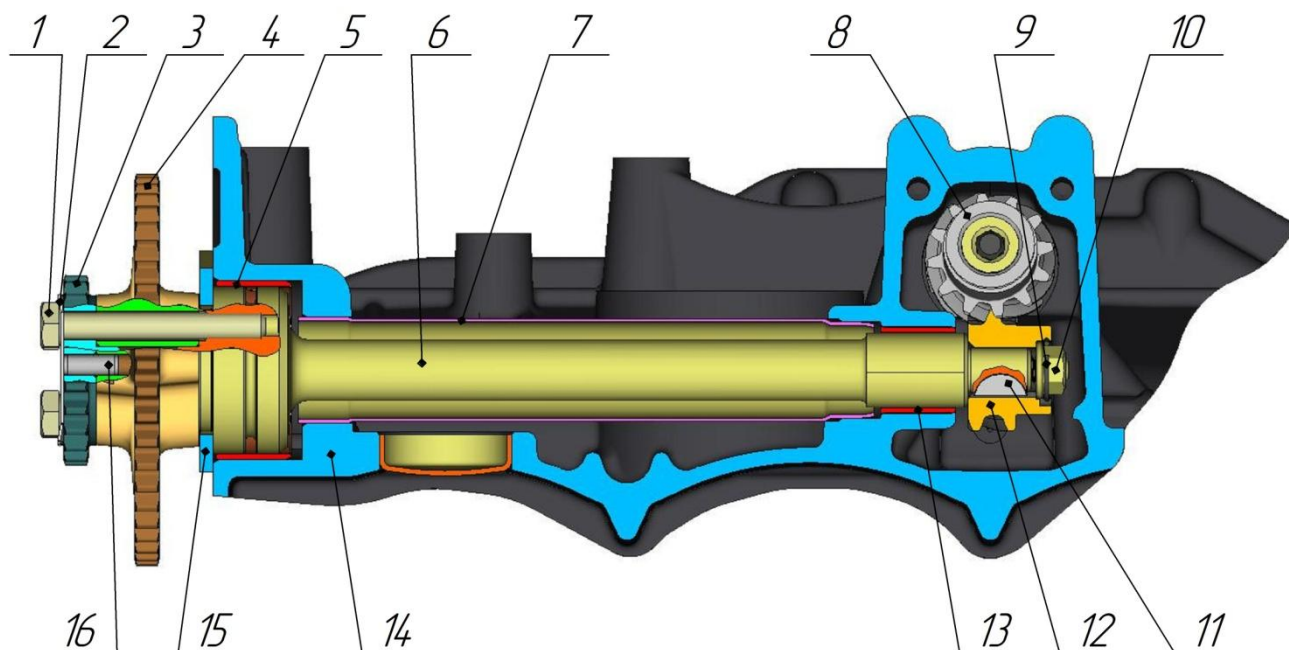

Рис.22. Вал промежуточный:
**Промежуточный вал** (рис.22) – служит для привода масляного насоса. Промежуточный вал сборный. Передняя и задняя опорные шейки, изготовленные из порошкового материала методом порошковой металлургии, напрессованы на стальной вал.